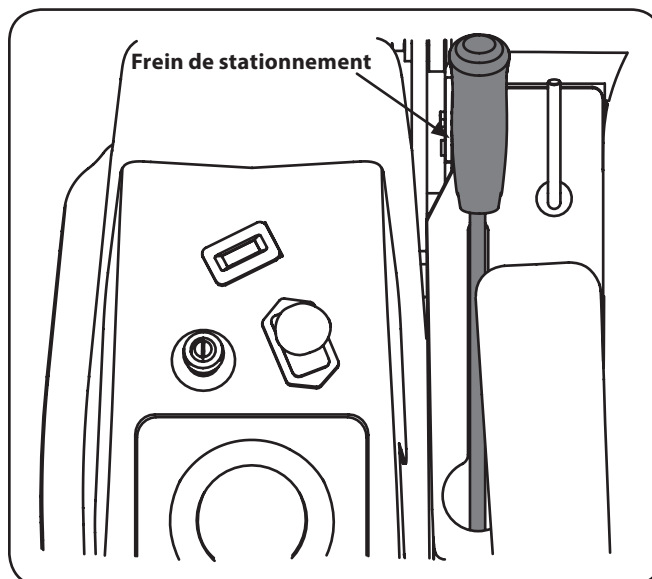

Figure 3-2
4. Serrez le frein de stationnement pour engager les soupapes de dérivation de la transmission. Voir Figure 3-2. Il est nécessaire de démonter le frein de stationnement pour décharger le tracteur de la palette d'expédition.